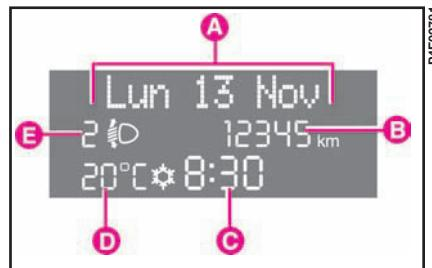

рис. 41
- Регулировка подсветки внутренних устройств управления **E** (рис. 41)
- Дата **A** (рис. 41)
- Пробег автомобиля (общий или суточный) **B** (рис. 41)
- Часы **C** (рис. 41)
- Наружная температура **D** (рис. 41)